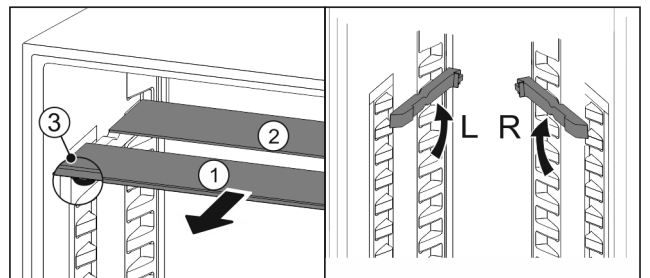

Fig. 98
- ▶ Посуньте Fig. 98 (1) скляну панель вперед.
- ▶ Скляна панель Fig. 98 (1) з декоративною планкою лежить спереду.
- ▶ Стопори Fig. 98 (3) показують вниз.